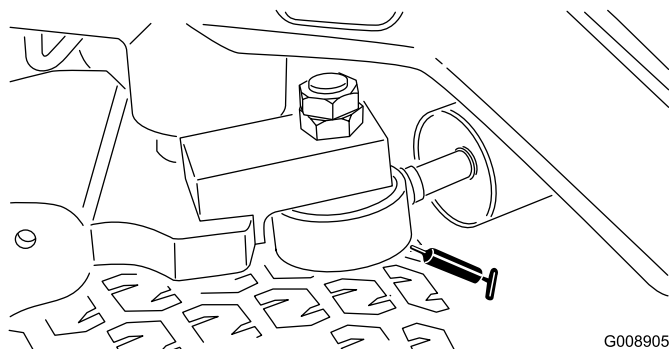

**Figure 55**
- Sélecteur de tonte/transport (Figure 55)